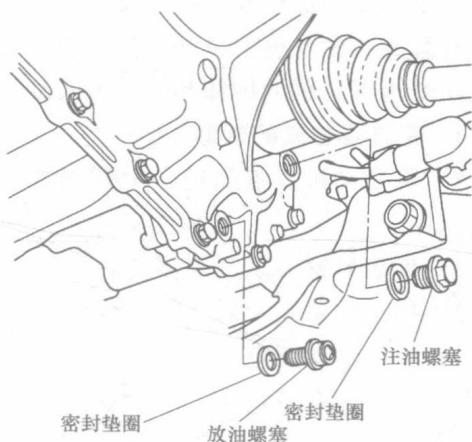

图 2-2 放油螺塞和注油螺塞
- 5) 如果变速器油脏污，拆下放油螺塞并排空变速器油，如图 2-2 所示。